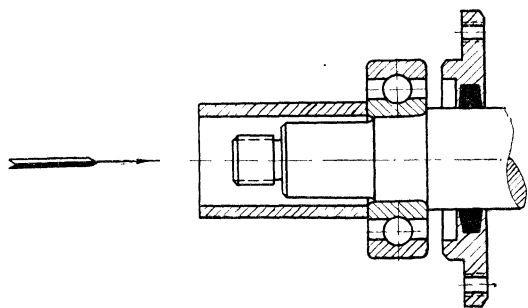

Рис. 23. Оправка
2. Надеть на вал подшипники 27 и 31 при помощи трубчатой оправки (рис. 23) и заложить в них 5—7 см³ смазки, имеющейся в комплекте ЗИП.